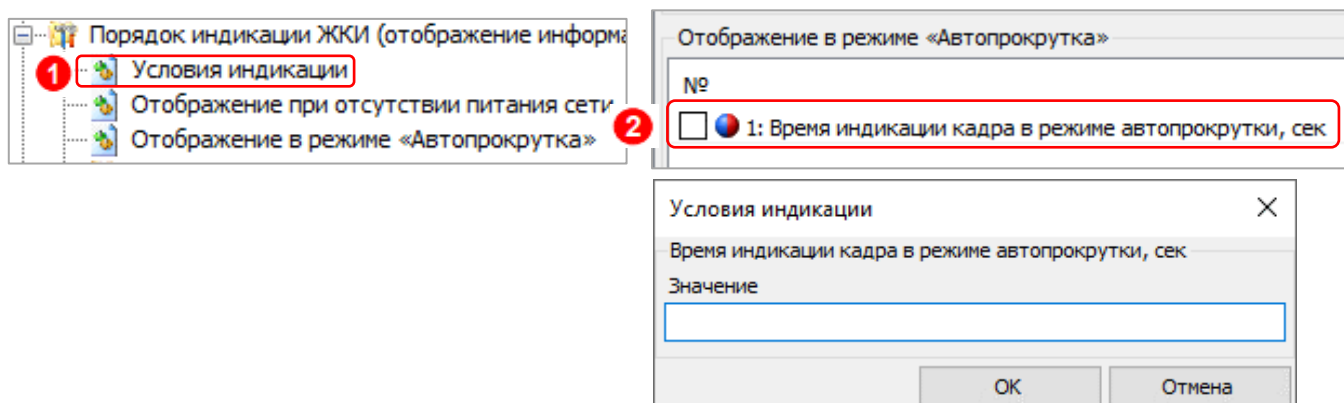

Рисунок 55
Переключение информации в режиме «Автопрокрутка» выполняется при условии настройки «Переход в режим «Автопрокрутка» при отсутствии нажатий на кнопки», в режим «Включено» (см. рисунок 55 группа «Условия индикации» (1)).